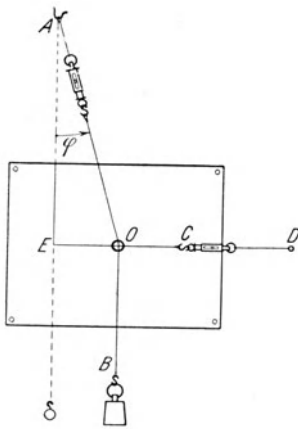

Fig. 34.
b) Schraube in die linke obere Ecke des Wandbretts einen Haken *A* (Fig. 34) und hänge daran ein Lot und mit einem kurzen Faden den Ring der einen Federwage. Binde das eine Ende einer langen zweiten Schnur, die durch den kleinen Messingring *O* gezogen worden ist, an den Haken dieser Federwage und das andere Ende *B* an ein 5 kg\*-Stück. Befestige am Messingring *O* das eine Ende einer dritten Schnur und an deren anderm Ende *C* den Haken der zweiten Federwage. Verbinde den Ring dieser Wage durch eine vierte Schnur, die sich verlängern und verkürzen läßt, mit einem zweiten Haken *D*. Dieser ist so in das Wandbrett eingeschraubt, daß jene Seitenschnüre nahezu wagerecht liegen, wenn der Messingring einige Dezimeter über dem Gewichtstück liegt.